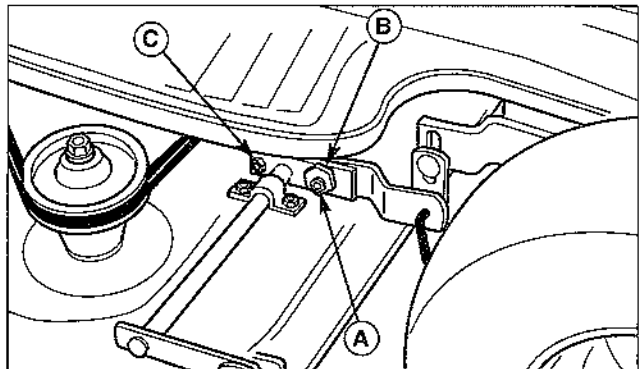

Figure 33. Réglage pour la mise à niveau latérale
5. Voir la Figure 33. Desserrer l'écrou extérieur (A) et la vis auto-taraudeuse (C), puis tourner l'écrou excentrique (B) pour relever ou abaisser le côté gauche de la tondeuse. Quand la tondeuse est mise à niveau, maintenir l'écrou excentrique tout en resserrant l'écrou extérieur. Serrer la vis auto-taraudeuse (C).